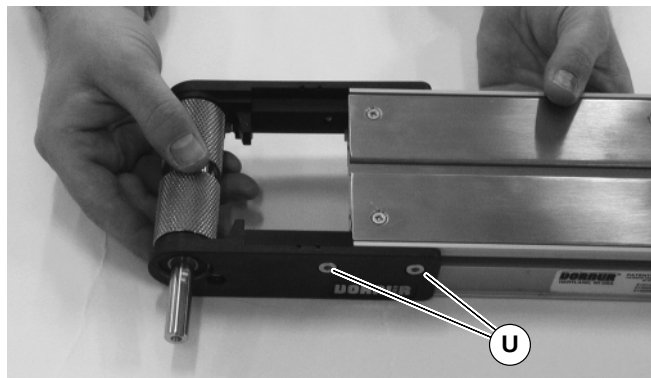

Abbildung 33
1. Zu beiden Seiten des Förderbandes die zwei (2) Befestigungsschrauben lösen (U siehe Abbildung 33). Dann die Antriebsrollenbaugruppe vom Förderbandrahmen abziehen.